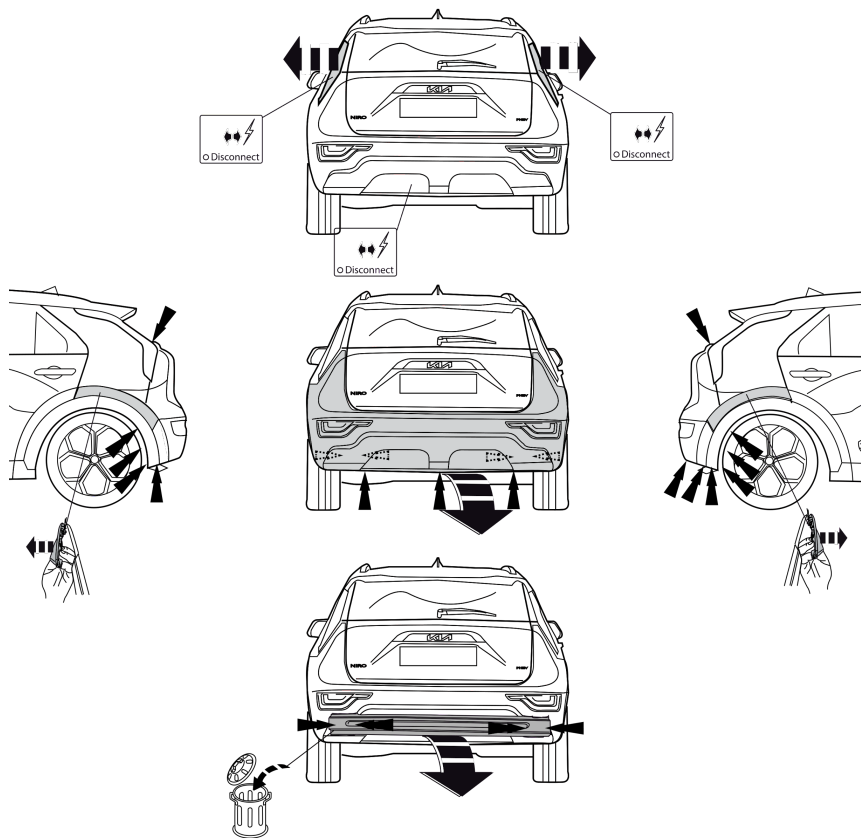

Fig. 1
1. Снять задние фары и бампер. Снять арматуру бампера. См. рисунок 1.